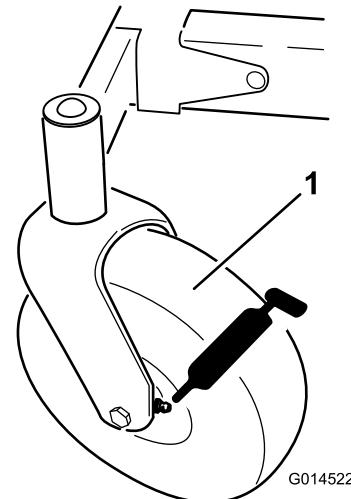
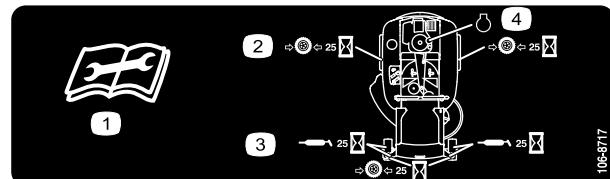

Figura 32
Figura 33
3. Limpe os encaixes de lubrificação (Figura 32 e Figura 33) com um trapo.
4. Ligue uma pistola de lubrificação ao encaixe (Figura 32 e Figura 33).